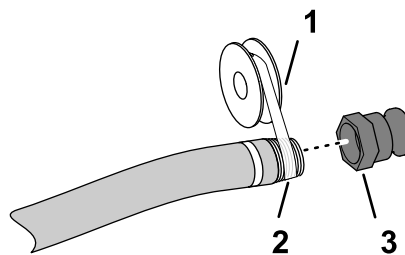

Figure 4
5. Appliquez le ruban d'étanchéité au PTFE (Figure 4) sur le filetage du raccord du flexible de remplissage (NPT 1").
6. Vissez le raccord rapide femelle sur le flexible de remplissage et serrez-le à la main (Figure 4).